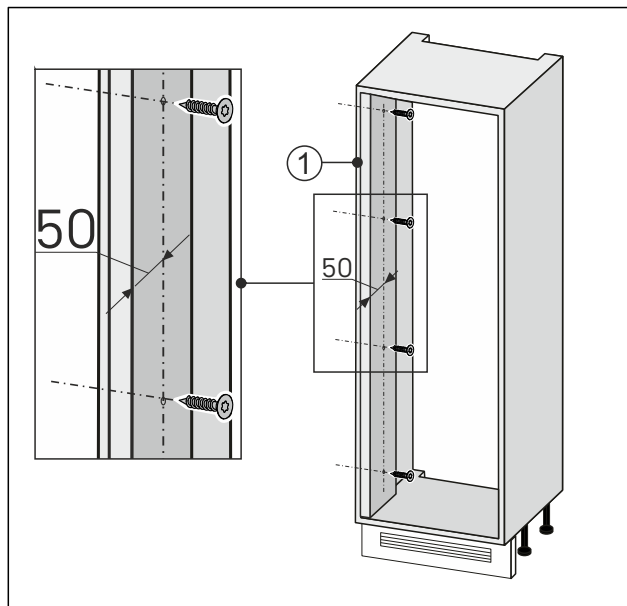

Fig. 90
- Stěnové vyrovnání na straně otevírání dveří Fig. 90 (1) přišroubujte k nábytkovému výklenku.